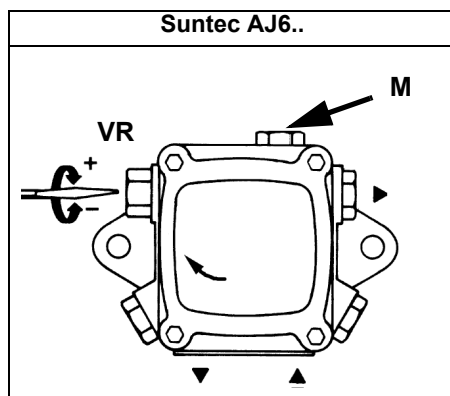
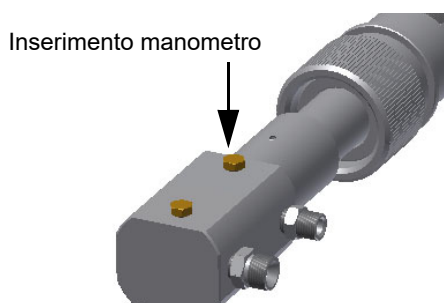

Fig. 4
Fig. 5
- 3 sfiatare l'aria dall'attacco (**M**) manometro della pompa (Fig. 4), allentando leggermente il tappo, senza toglierlo; quindi rilasciare il contattore.
- 5 Solo se necessario, regolare la pressione di alimentazione (vedi relativo paragrafo) nel modo seguente: inserire un manometro nella posizione indicata in Fig. 5 agire sulla vite di regolazione **VR** della pompa (vedi Fig. 4) fino ad ottenere una pressione all'ugello pari a 20 bar (ugelli Monarch o ugelli Bergonzo - vedere grafici a pag. 45);